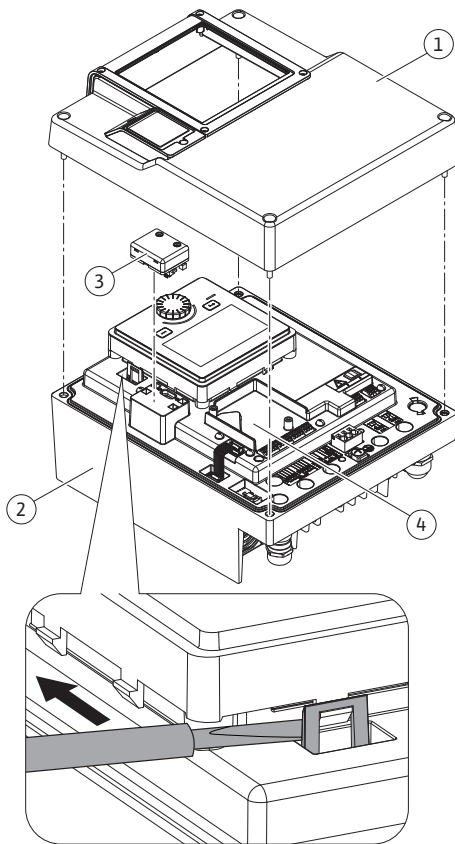
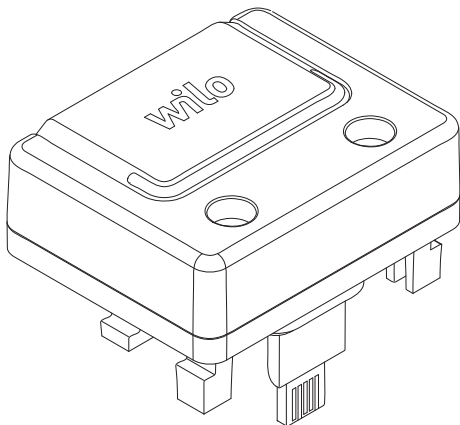

Fig. 25: Електронний модуль
Fig. 26: Модуль Wilo-Smart Connect BT
1. Обережно відкрити фіксатори (Fig. 25) інструментом (наприклад, викруткою).
Інтерфейс Bluetooth модуля Wilo-Smart Connect BT (Fig. 25, поз. 3 і Fig. 26) призначено для підключення до мобільних пристроїв, як-от смартфон і планшет. Функція Wilo-Smart Connect розміщена в додатку Wilo-Assistant. За допомогою функції додатка Wilo-Smart Connect можна керувати насосом, налаштувати його та зчитувати дані з нього. Налаштування див. в главі «Уведення в експлуатацію» [► 167].
1. Викрутити чотири гвинти верхньої частини електронного модуля (Fig. 25, поз. 1; Fig. 1, поз. 2).
3. Уставити модуль Wilo-Smart Connect BT у відповідний інтерфейсний пристрій Wilo-Connectivity Interface. Див. Fig. 25, поз. 3.
Модулі CIF (додаткове приладдя) призначено для обміну даними між насосами та BMS. Модулі CIF встановлюються в електронний модуль (Fig. 25, поз. 4).